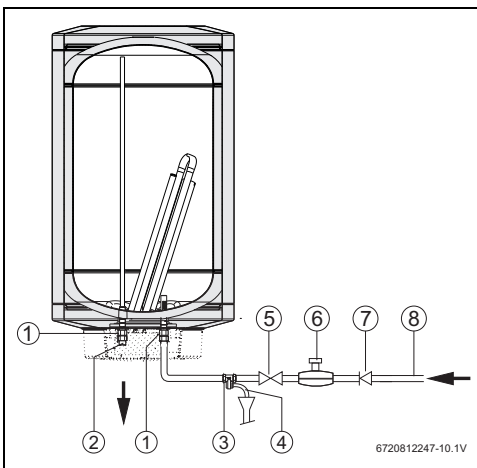

Рис. 9 Подключение воды
- ▶ Для предотвращения неисправностей, вызванных неожиданными колебаниями давления в водопроводной сети, рекомендуется перед баком установить обратный клапан (рис. 9, [7]).
- ▶ Установите предохранительный клапан на подводе холодной воды к баку (рис. 9).
- ▶ Установите редукционный клапан (рис. 9).